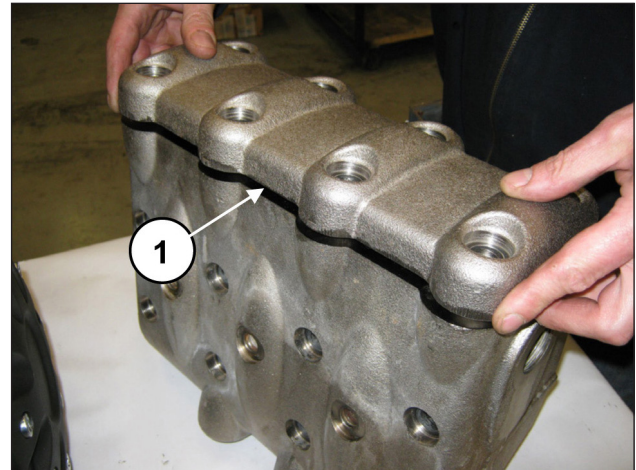
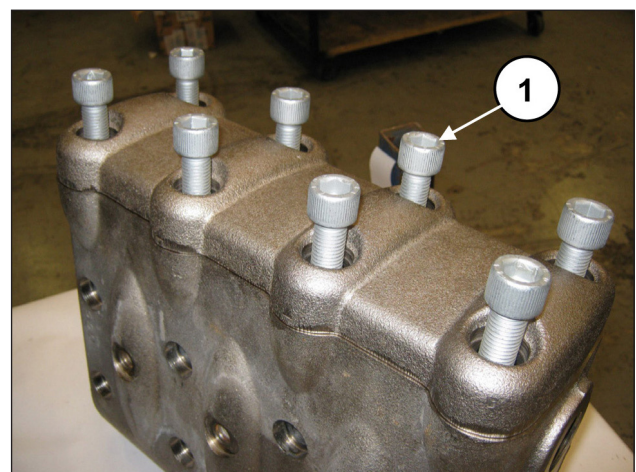

Fig. 128
Fig. 129
Al terminar de montar los grupos y el tapón de la válvula, aplicar la tapa de las válvulas (pos. ①, Fig. 128) y apretar los 8 tornillos M16x55 (pos. ①, Fig. 129).